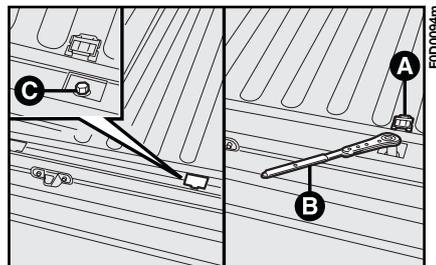
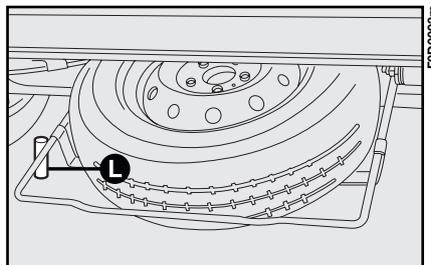
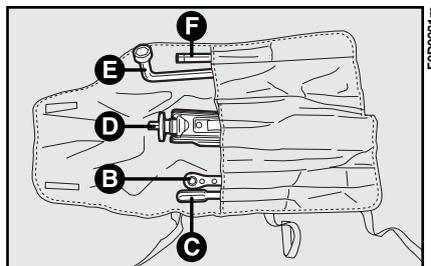

fig. 2
fig. 4
fig. 5
– quite los dos tapones de plástico **A-fig. 2**;
– afloje los dos tornillos **C-fig. 2** con la llave de trinquete **B** y el elemento de prolongación **F-fig. 5**;
– desenganche el soporte de la rueda con la llave **E-fig. 5** situada en el alojamiento **L-fig. 4** en el lado izquierdo del soporte y saque la rueda que está debajo de la plataforma de carga.
2) Gire el casquillo **D-fig. 5** para abrir parcialmente el gato.
5) Introduzca en el casquillo el elemento de prolongación **F-fig. 5**, luego la llave de trinquete **B** y levante el vehículo hasta que la rueda se alce algunos centímetros del suelo. Accionando la llave de trinquete alternativamente, asegúrese de que ésta se mueva libremente para evitar el riesgo de que se produzcan abrasiones en la mano debido al roce contra el suelo.